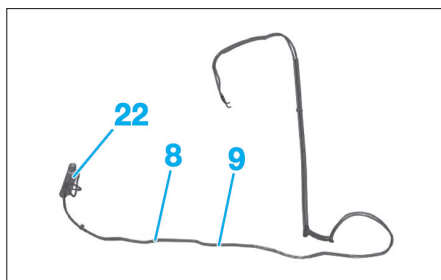

Fig. 123
- Déposer la vis (18) et la plaquette de maintien (19).
- Désaccoupler la canalisation hydraulique (8) (N°10).
- Déposer la vis (21) et la plaquette de maintien (20).
- Désaccoupler la canalisation hydraulique (9) (N°11).
- Déposer l'ensemble vérin droit (22) et canalisations hydrauliques (8) et (9) (Fig.123).